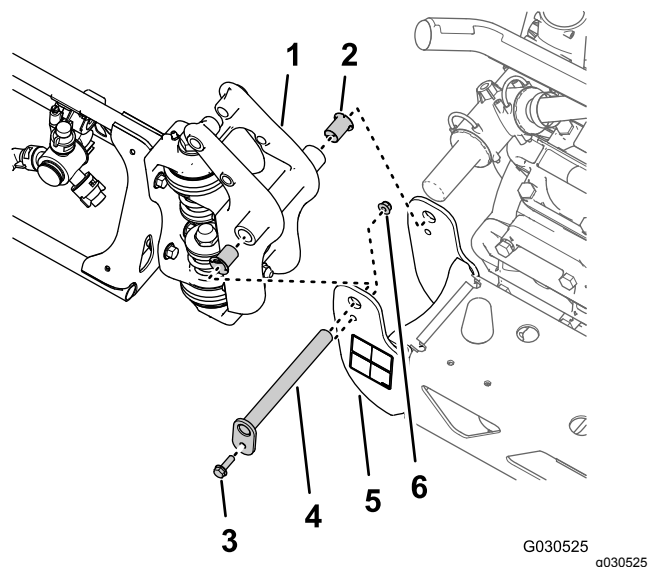

Figura 42
1. Rimuovete il bullone flangiato (5/16" x 1") e il dado di bloccaggio flangiato (5/16") che fissano il perno orientabile alla staffa orientabile (Figura 42).
2. Rimuovete il perno orientabile dalla staffa orientabile per la sezione di irradiazione centrale e il raccordo orientabile per la sezione di irradiazione esterna (Figura 42).
3. Separate la sezione di irradiazione esterna da quella centrale e rimuovete la sezione esterna dalla macchina (Figura 42).
4. Rimuovete le 2 boccole flangiate in nylon dal raccordo orientabile della sezione di irradiazione esterna (Figura 42).